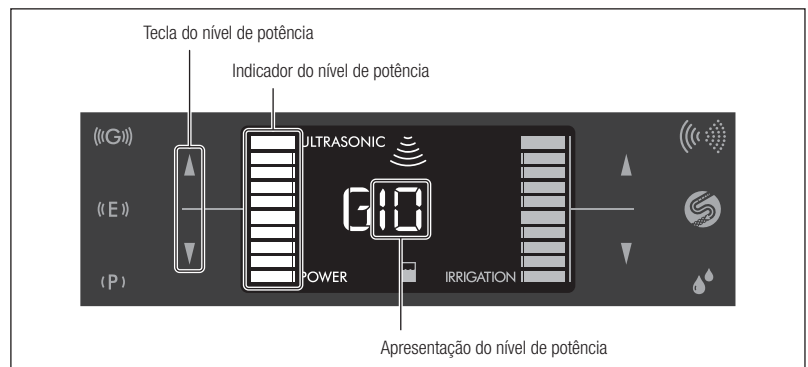

Fig. 20
- 2) Toque na tecla do nível de potência (▲/▼) para definir o nível de potência. A apresentação do nível de potência e o indicador do nível de potência aumenta ou reduz de acordo com o nível selecionado (Fig. 20).